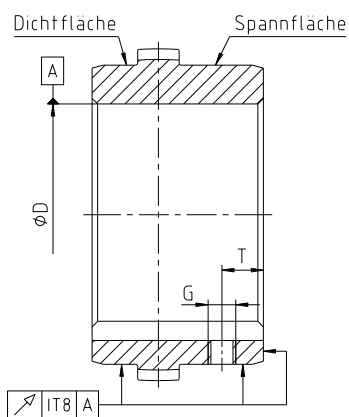

Bild 21: Spann-/Dichtflächen bei den Größen 10 bis 70
- Bei Herstellung der Nabenbohrung durch den Kunden ist die Rund- bzw. Planlaufgenauigkeit (siehe Bild 21 bis 25) einzuhalten.
- Sehen Sie einen Gewindestift nach DIN EN ISO 4029 mit Ringschneide, eine Endscheibe oder ein Aufschrumphen für die axiale Sicherung der Naben vor (siehe Bild 21 bis 25 sowie Tabelle 9 und 10).
1) siehe Bild 21 und 22